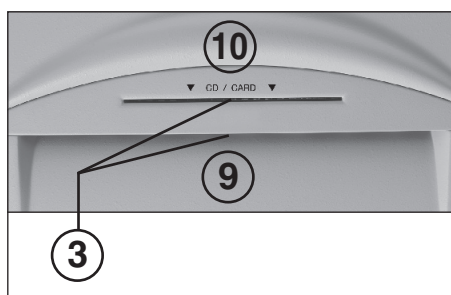

Рис. 2
- 3 = Светодатчик (для движения вперед) (рис. 2)**
- подавать бумагу в режущий механизм через приемное отверстие для подачи бумаги (9) (рис. 2)
- подавать носители информации (CD, DVD или кредитные карточки и компьютерных дискет 3,5") по одному в режущий механизм через отдельно расположенное безопасное приемное отверстие (10) (рис. 2).